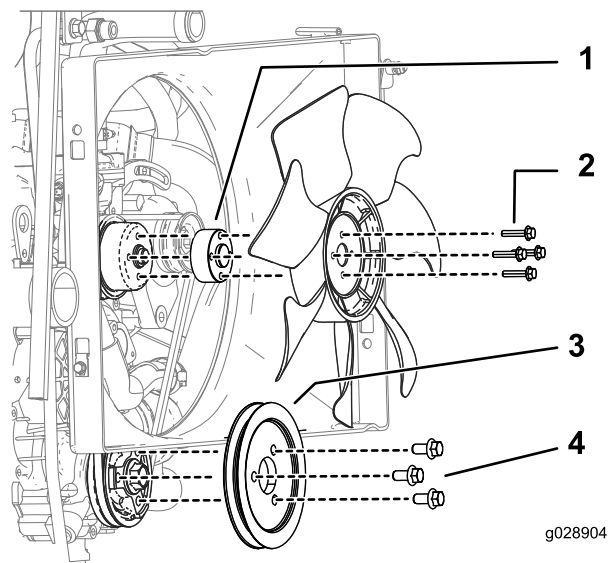

Figure 4
1. Posez l'entretoise et la poulie de ventilateur, comme montré à la Figure 4.